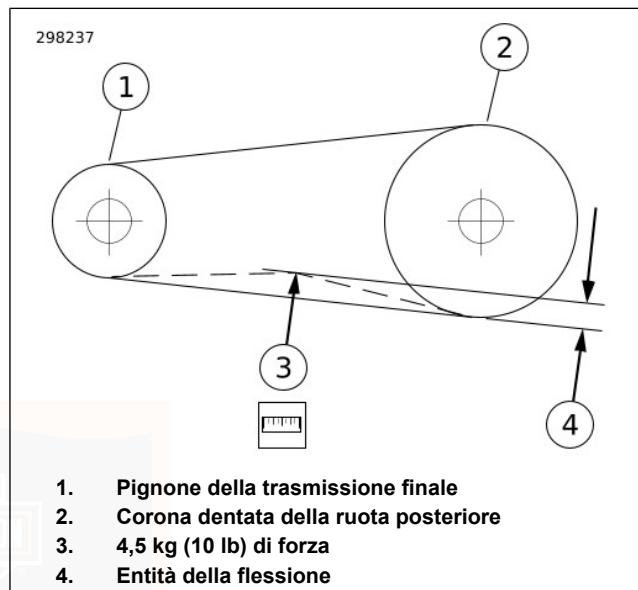

Figura 76. Controllo della flessione della cinghia
- a. Far scorrere l'anello di tenuta O-ring (4) verso il contrassegno dello zero (3).
- b. **Modelli dotati di finestra di visualizzazione della flessione delle cinghie:** collocare l'appoggio della cinghia (2) contro la parte inferiore della cinghia della trasmissione e in linea con la finestra di visualizzazione della flessione delle cinghie.
- c. **Tutti gli altri modelli:** collocare l'appoggio della cinghia (2) contro la parte inferiore della cinghia della trasmissione, a metà fra le pulegge conduttrici.
- d. Premere verso l'alto sul pomello (6) fino a quando l'anello di tenuta O-ring scorre in basso verso il contrassegno di 4,54 kg (10 lb) (5) e resta fisso in questa posizione.
- a. **Modelli dotati della finestra di visualizzazione della flessione della cinghia:** vedere Figura 76. Misurare la flessione della cinghia attraverso la finestra di visualizzazione della flessione della cinghia, tenendo fermo il misuratore. Ciascuna graduazione della flessione è di circa .1,6 mm (1/16 in)